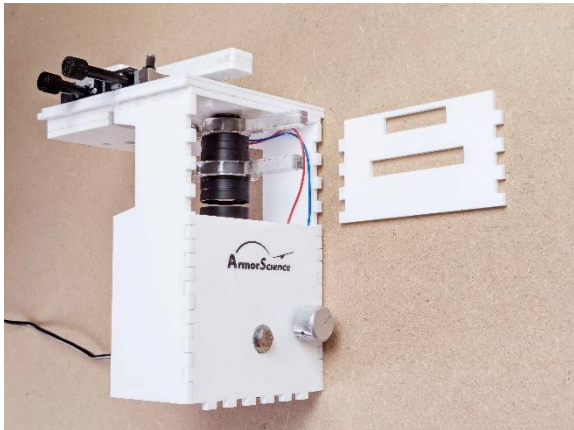

Figure 40 : Fixation de l'objectif
c) Câbler le potentiomètre de réglage de l'intensité lumineuse comme indiqué sur la figure 40
Lorsque l'objectif aura été équipé de ses deux leviers de commande, il pourra être fixé sur support de platine XY comme indiqué sur les figures 40, 41, 42 et 43.